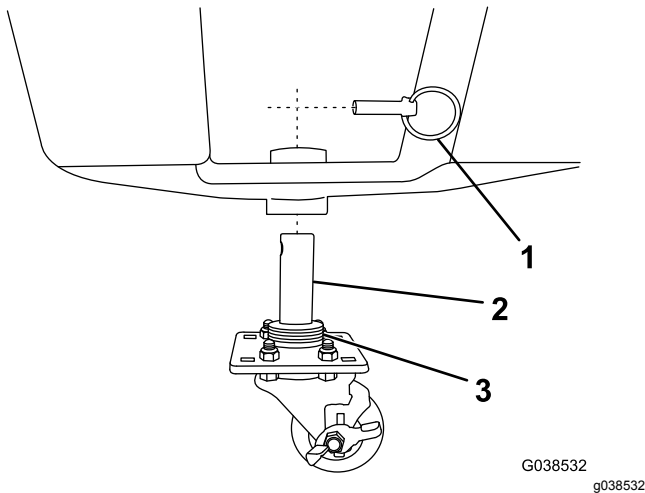

Figure 6
5. Insérez le sabot de petite roulette dans le porte-sabot central et fixez-le avec une goupille rapide (Figure 6).